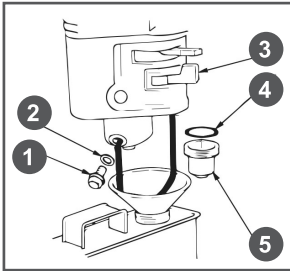

Рис. 23 Обслуживание фильтра-отстойника
1. Установите рычаг топливного крана 3 в положение «ЗАКРЫТО» (Рис. 23).
и слейте топливо из поплавковой камеры карбюратора (Рис. 23).
- Открутите стакан отстойника 5, вылейте из него топливо в заранее подготовленную емкость (Рис. 23).
1. Слейте топливо из топливного бака и карбюратора (Рис. 23).